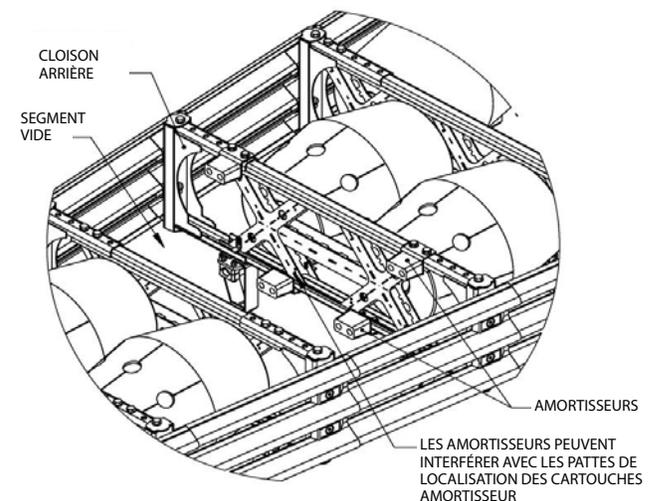

Figure 12 Amortisseurs de segment vide
Certains systèmes doivent être équipés d'un segment vide (sans cartouche amortisseur). Ces systèmes utilisent un kit d'amortisseur pour réduire les dommages causés lors d'un impact (Figure 12). Le kit inclut (4) amortisseurs qui se fixent à la cloison arrière du segment vide. 2 amortisseurs se fixent en haut de l'assemblage des ailes sur le raccord de la cloison à l'aide du même matériel. Et les 2 autres se fixent par le pied sur le raccord de l'aile - de la cloison.